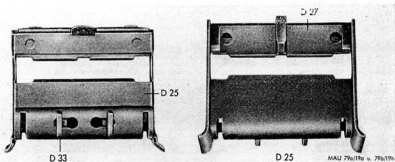

Abb. 19: MG 81; Gurtführungseinsatz, vollständig; Ansicht von unten und oben.
- Gurtführungseinsatz (Abb. 19 u. 20)
Gurtführungseinsatz, vollständig (Abb. 19 u. 20)